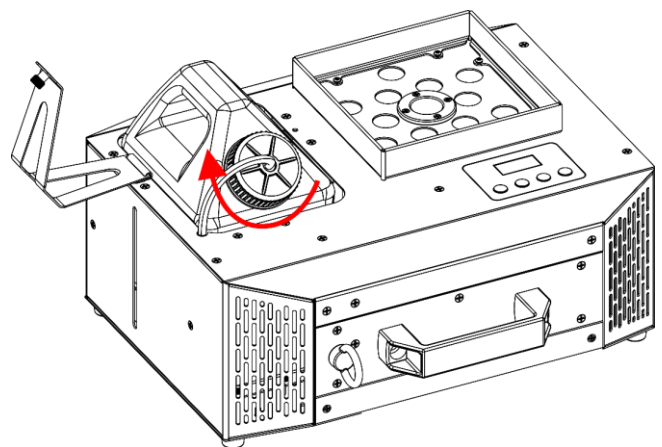

Fig. 45
- 10) Vuelva a enroscar la tapa del depósito de líquido, como se muestra en la Fig. 45.